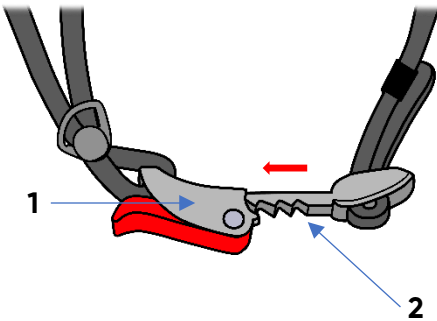
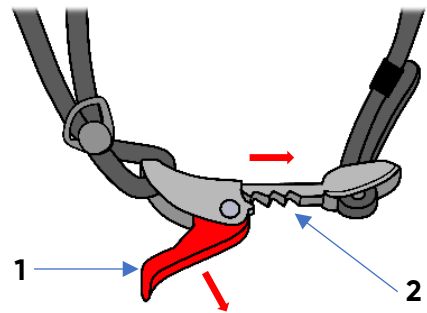

Fig. 4
Fig. 5
Para fechar a cinta, introduza o elemento da cinta (2) no clipe (1) (Fig.4). Para abrir a cinta, puxe o clipe (1) e libere o elemento da cinta (2). (Fig.5)